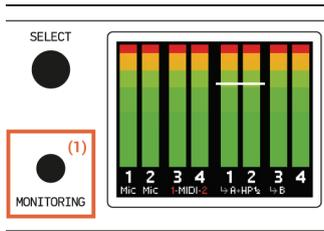

Abb. 8
Ihr Amber i4 verfügt über die Möglichkeit sämtliche Eingangssignale ohne Latenz abzuhören und dabei die individuellen (oder zu Stereogruppen zusammengefassten) Monitoring-Signale direkt an der Hardware auszusteuern, respektive zu mischen. Das nennen wir **ADM - Advanced Direct Monitoring**. In das zugehörige Advanced Direct **MONITORING** Menü gelangen Sie über die Taste **MONITORING** (1), links neben dem LCD, siehe Abb. 8:
Um nach Abschluss der Direct Monitoring Einstellungen wieder in den Default Interface Modus zurückzukehren, betätigen nochmals Sie die MONITORING-Taste (Abb. 8).